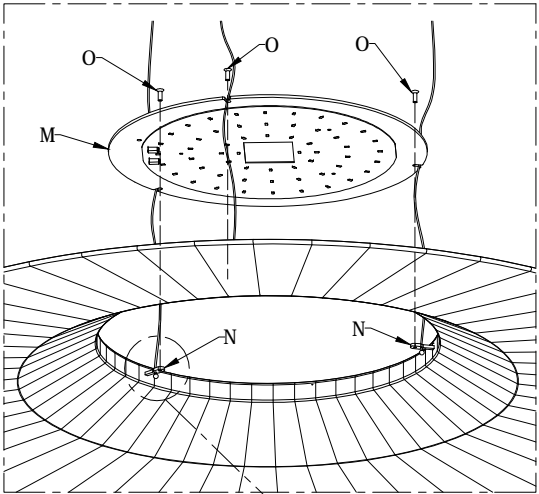

Fig. 3
- Posizionare la piastra portalampane (M) sopra i supporti del paralume (N); far passare i tre cavi di acciaio (H) all'interno delle asole della piastra; fissare la piastra al paralume con tre viti (O) (Fig. 3 - 4).
- Position the plate (M) on the lampshade support (N); pass the steel cables (H) into the slots of the plate; fix the plate to the lampshade with three screw (O) (Fig. 3 - 4).